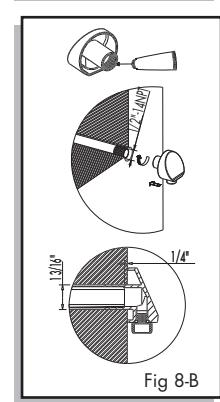

Fig 8-B
- 8 . Appliquer l'enduit d'étanchéité au silicone sur les filets de l'appareil avant de le visser sur le tuyau fileté de 1/2 po - 14 NPT. Installer et serrer le raccord mural pour tuyau en le tournant dans le sens des aiguilles d'une montre. S'assurer que l'autre extrémité pointe vers le bas et que le devant du raccord de tuyau est à égalité avec la surface du mur fini(Fig 8-B).